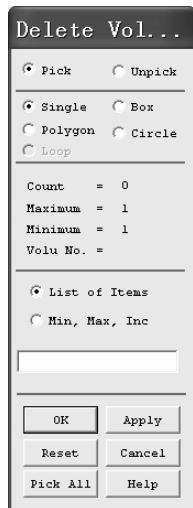

图 2-23 “Delete Vol...”窗口
(4) 依次选择 Main Menu>Preprocessor>Modeling>Delete>Volume and Below (Volume and Below 表示既删除体也删除下级图形元素), 弹出“Delete Vol...”窗口 (见图 2-23)。
(5) 用鼠标左键单击正方体, 正方体改变颜色, 再单击“Delete Vol...”窗口中的“OK”按钮。图形界面中的正方体消失。
(6) 依次选择 Utility Menu>Plot>Areas, 图形窗口中无面模型显示。
(7) 依次选择 Utility Menu>Plot>Lines, 图形窗口中也无线模型显示, 说明下级元素已经被删除。